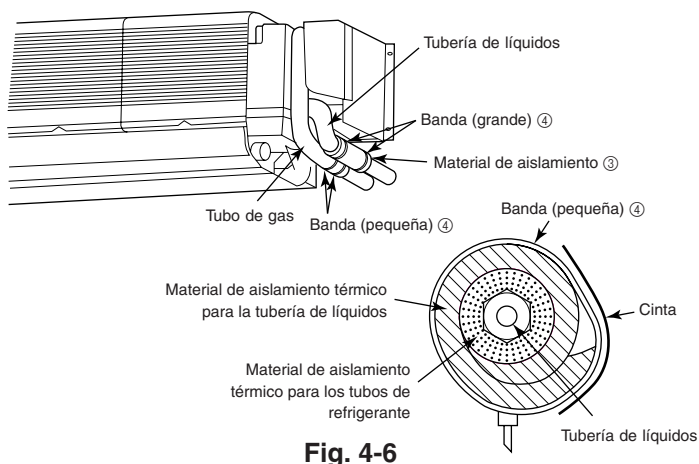

Fig. 4-6
4.4. Trabajo de instalación de la tubería del refrigerante (Fig. 4-6)